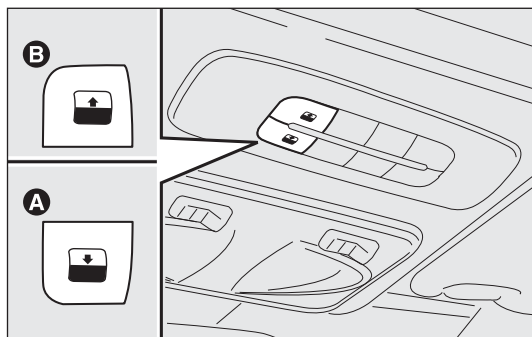

fig. 76
Pour le fonctionnement du toit ouvrant, tourner la clé de contact sur MAR. Les commandes A-B fig. 76 qui se trouvent sur une planche dédiée près du plafonnier avant, commandent les fonctions d'ouverture et de fermeture du toit ouvrant.
Appuyer sur le bouton B-fig. 76 et maintenir la pression ; le panneau en verre avant se déplacera en position « becquet » ; appuyer de nouveau sur le bouton B et, en agissant sur la commande pendant plus d'une demie seconde, la vitre du toit s'ouvrira automatiquement jusqu'à sa fin de course ; la vitre du toit peut être arrêtée dans une position intermédiaire en agissant de nouveau sur le bouton.
À partir de la position complètement ouverte du toit, appuyer sur le bouton A-fig. 76 et, si l'on agit sur le bouton pendant plus d'une demie seconde, la vitre avant du toit se déplacera automatiquement en position « becquet » ; en agissant de nouveau sur le bouton, la vitre du toit s'arrête dans une position intermédiaire ; appuyer de nouveau sur le bouton A et maintenir la pression jusqu'à la fermeture complète du panneau.
- ☐ appuyer sur le bouton A-fig. 76 en position de fermeture ;